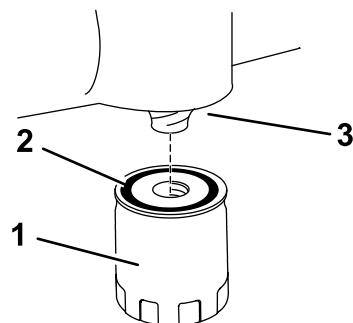

Figure 30
14. Posez le filtre à huile de rechange sur le socle de montage. Tournez le filtre dans le sens horaire jusqu'à ce que le joint soit en appui contre le socle, puis donnez de 2/3 à 1 tour supplémentaire (Figure 30).